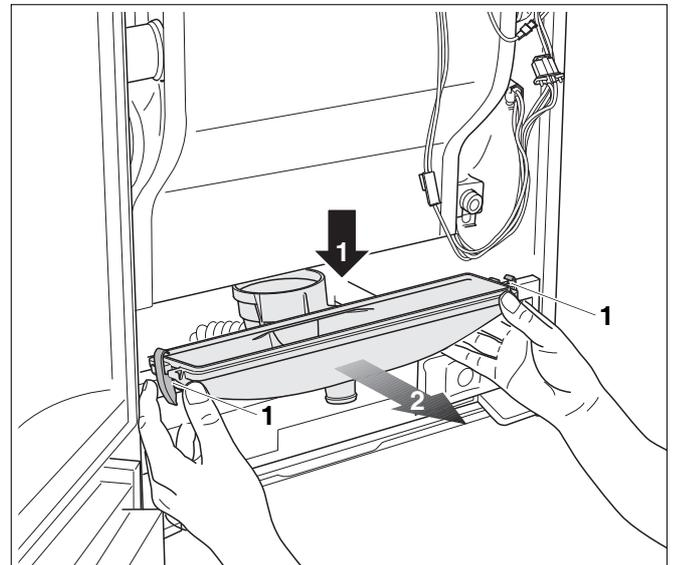

Fig. 102 Rimuovere la coppa di raccolta della condensa
- Aprire le 2 cerniere sinistre e destre ubicate la coppa di raccolta della condensa (fig. 102, **pos. 1**).
- Premere la coppa di raccolta condensa verso il basso (fig. 102, **fase 1**), ed estrarla tirandola in avanti (fig. 102, **fase 2**).